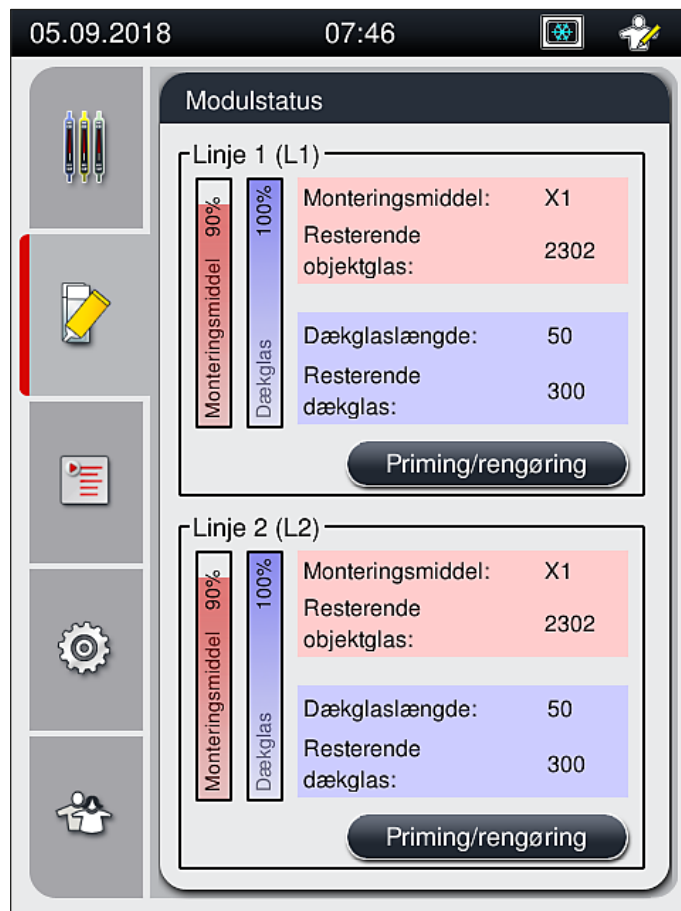

Fig. 53
10. Flaskerne med monteringsmiddel, som sættes i, registreres af instrumentsoftwaren, og **Modulstatus** (→ Fig. 53) opdateres.